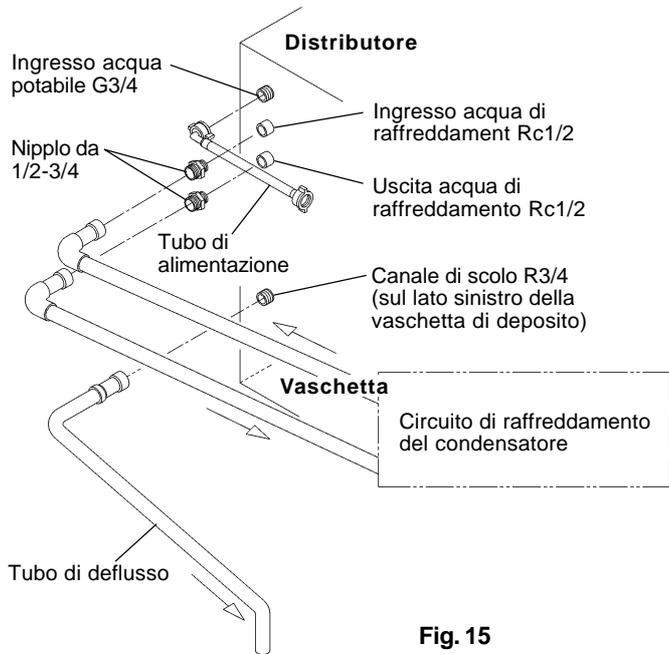

Fig. 15
- * La Hoshizaki raccomanda di collegare il condensatore a un sistema di raffreddamento a circuito chiuso con ricircolo servendosi di un raffreddatore a torre o equivalente (v. Fig. 15 e 16). La formazione d'acqua dovrebbe avvenire tramite un serbatoio di interruzione o una valvola a sfera.
[a] Collegamenti conformi alla normativa WRC in vigore nel Regno Unito (Fig. 15 e 16)
- 3) Collegare il flessibile grigio (accessorio) al raccordo R3/4 sulla sinistra della vaschetta di deposito come indicato (Fig. 15), accertandosi che la guarnizione di tenuta sia correttamente posizionata. Avvitare quanto basta a evitare perdite. Se necessario, accorciare il tubo in modo da garantire la corretta posizione del canale di scolo.
- 5) Collegare il circuito di raffreddamento del condensatore alle estremità libere dei nippli da 1/2-3/4 (Fig. 15) servendosi di un tubo rigido adatto. Utilizzare nastro in PTFE o altri sigillanti adatti per ottenere un'adeguata tenuta.